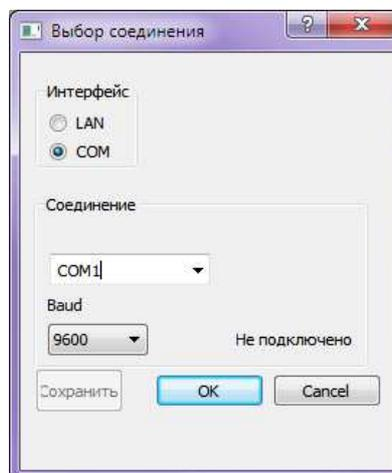

Рисунок 10
На экране ПЭВМ появится окно «Выбор соединения» (рисунок 10).
3.2.2 В поле «Интерфейс» отметьте «COM», в поле «Соединение» из выпадающих списков выберите COM-порт, к которому подключено УС-ППК (рисунки 1, 4) и скорость «9600» (рисунок 10). Нажмите кнопку «OK».